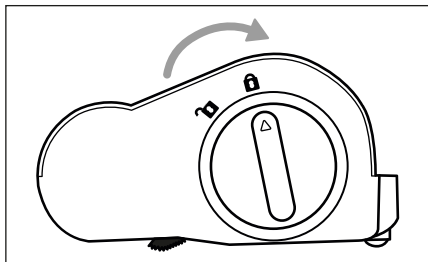

Fig. 25
- 5) Insérez le rouleau de brosse 19 dans la brosse de sol 20 et tournez le dispositif de déverrouillage du rouleau brosse 18 dans le sens du symbole A (fermer) (voir fig. 25).